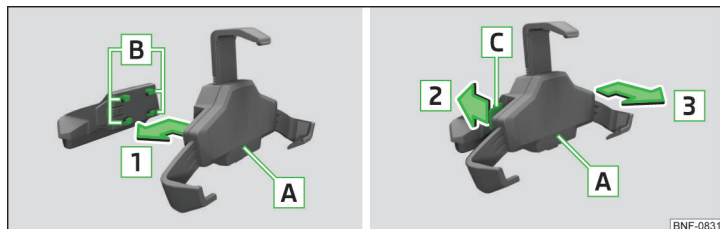

Fig. 75 Introducerea suportului în adaptor / scoaterea suportului de pe adaptor
- Pentru **fixarea suportului pe adaptor**, introduceți suportul **A** în prinderile **B** în sensul săgeții **1** până la fixarea cu zgomot specific » fig. 75.